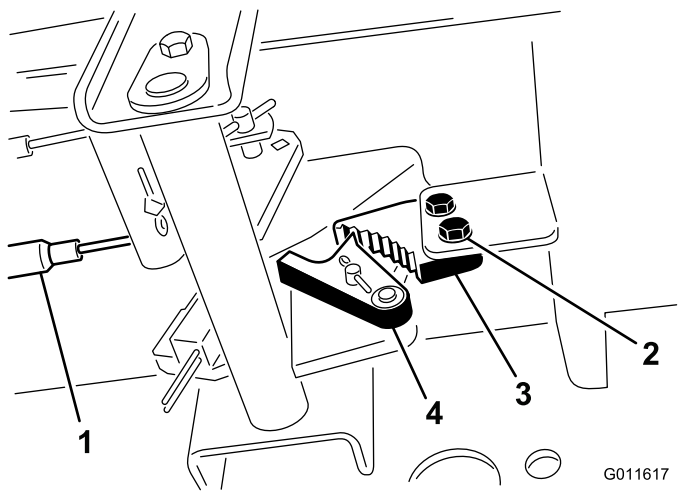

Figura 109
2. Afloje los 2 tornillos que fijan el trinquete del freno de estacionamiento al bastidor (**Figura 109**).
3. Pise el pedal del freno de estacionamiento hacia adelante hasta que la uña se engancha a fondo en el trinquete del freno (Figura 109).